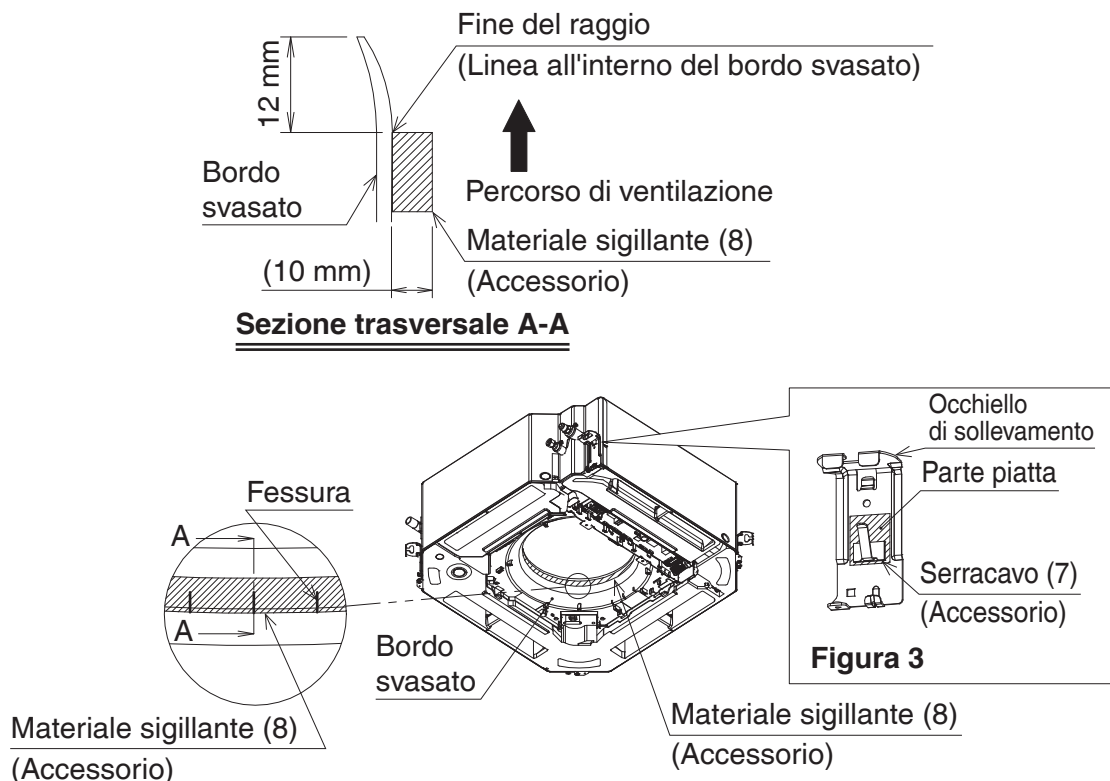

Figura 2
1. Pulire il bordo svasato dell'unità interna utilizzando un panno asciutto o simili. (Fare riferimento a **Figura 2**.)
2. Applicare il materiale sigillante (8) lungo l'estremità del raggio del bordo svasato (a 12 mm dalla sua punta) per tutto il perimetro, assicurandosi di non sovrapporre le estremità del materiale sigillante. Assicurarsi che le fessure nel materiale di tenuta (8) si trovino sul lato interno.
4. Fissare il serracavo (7) alla parte piatta dell'occhiello di sollevamento dell'unità interna.